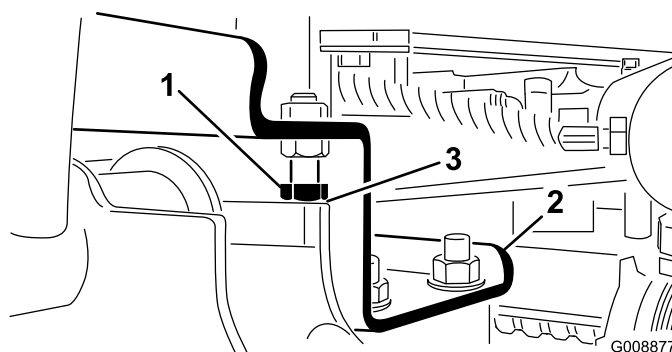

図 26
- A. ストップ・ボルトを戻して、シリンダを調整して必要なすき間を作る（図 26）。
- 2. 各昇降アームとストップボルトとの隙間が 0.13～1.02mmの間にあるかどうか点検する (図 26)。